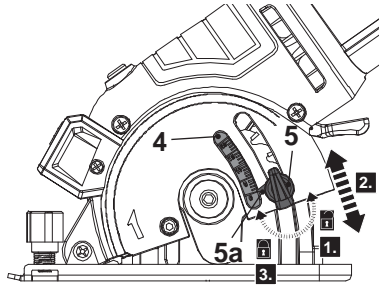

Fig. 7
Para ajustar la profundidad de corte según sus necesidades, siga los siguientes pasos (Fig. 7):
2. Afloje a mano la perilla de fijación de la profundidad (5) en sentido contrario a las agujas del reloj (Fig. 7, paso 1).
3. Suba/baje la perilla de fijación de la profundidad (5) (Fig. 7, paso 2) y ajuste la hoja a la profundidad de corte requerida alineando la escala de profundidad (4) con el puntero (5a).
4. Apriete la perilla de fijación de profundidad (5) en el sentido de las agujas del reloj para asegurar la profundidad de corte (Fig. 7, paso 3).